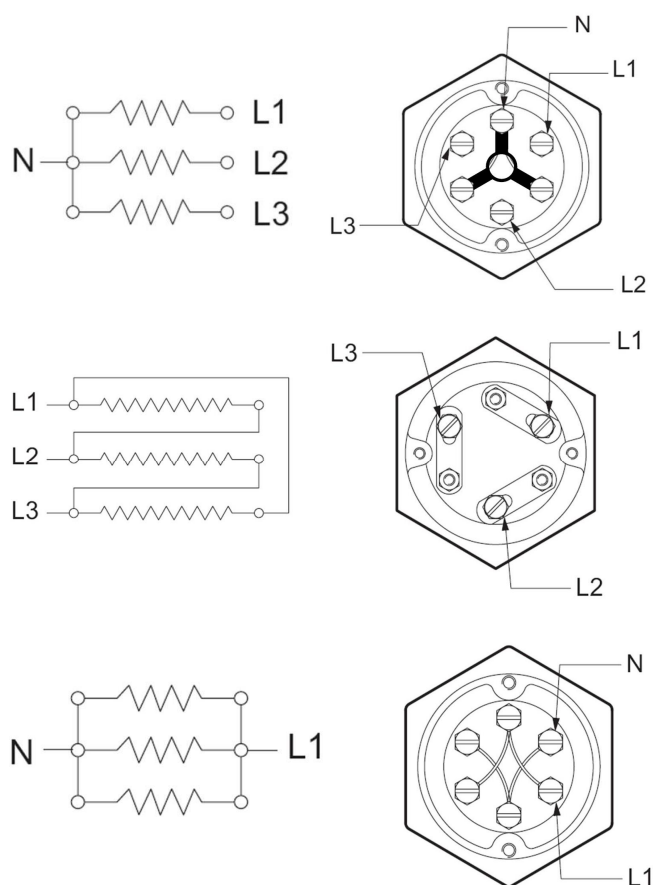

Рис. 2: Схема соединений
- *Трехфазный источник питания (рис. 2);*